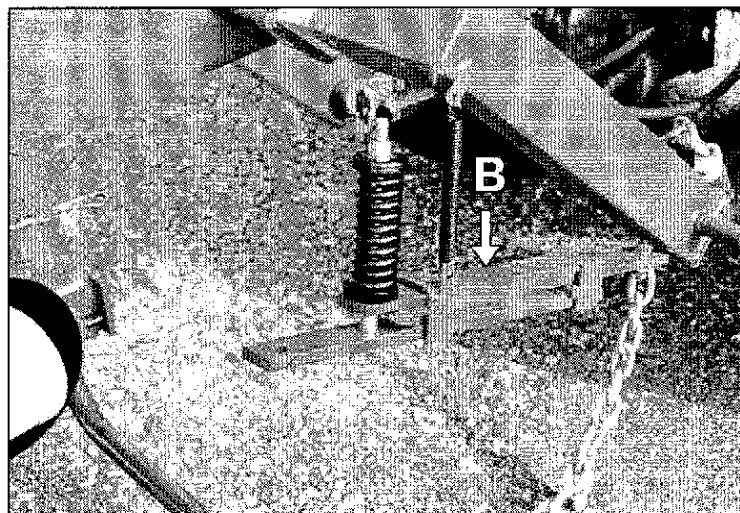

fig.28
3. disinnestare lo sgancio di sicurezza **B** (fig.28);
3. disengage the safety release **B** (fig.28);
3. désengager le mécanisme de sécurité **B** (fig.28);
3. Desacoplar el desenganche de seguridad **B** (fig.28);
3. Den Sicherheitshaken **B** (Abb.28) aushaken;